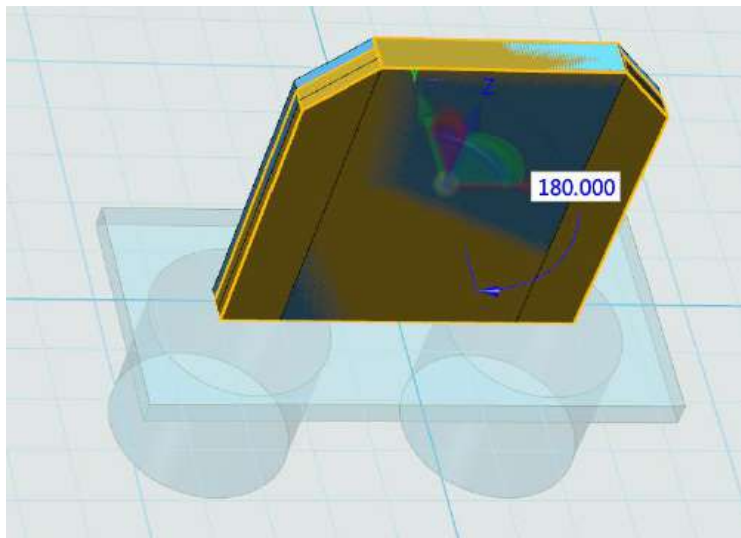

图 10-18
9. 点击图示 10-17 的黄色部分，选择移动命令，点击动态移动，选择转向箭头，角度为 180° ，完成后如图 10-18 所示。